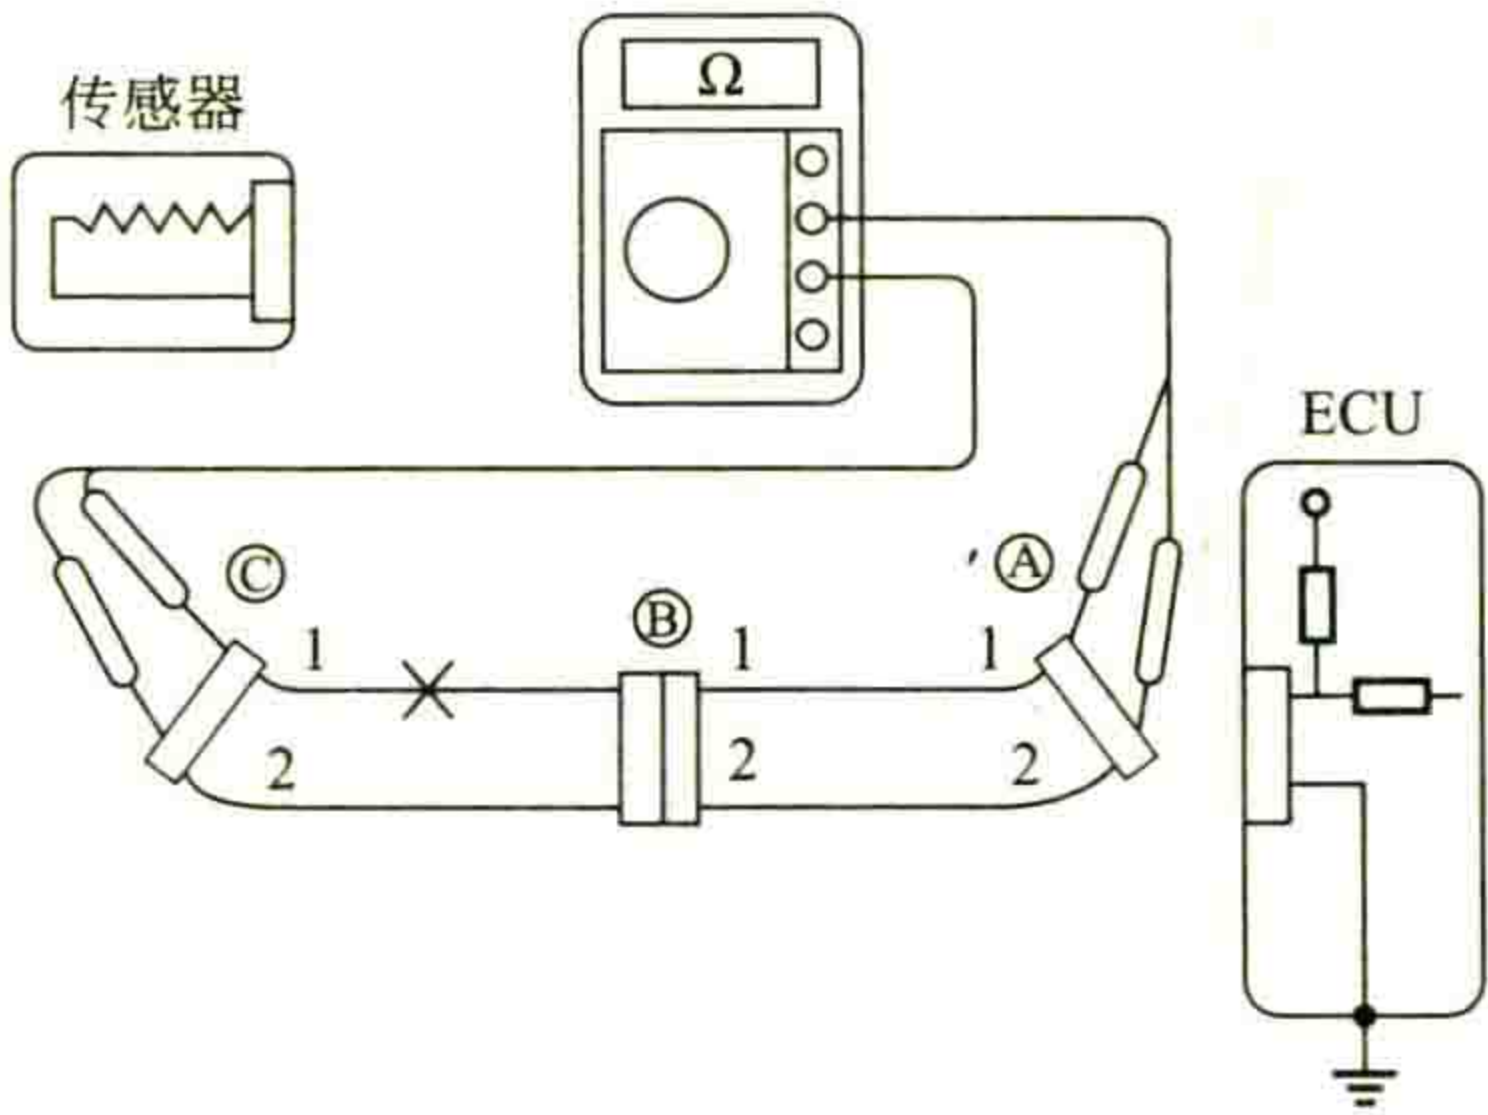

图 1-7 检查配线是否导通
(4) “检查导通”的方法 如图1-7所示, 脱开连接器A和C, 测量它们之间的电阻值。若连接器A端子1与连接器C端子1之间的电阻值为 ∞ , 则它们之间不导通 (断路); 若连接器A端子2端与连接器C端子2之间的电阻值为 0Ω , 则它们之间导通 (无断路)。